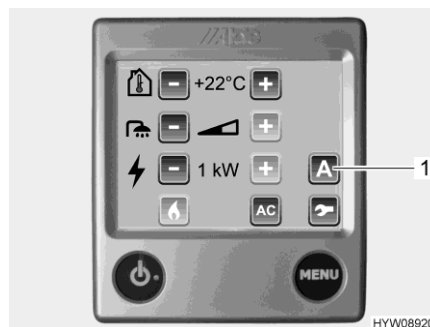

Bild 182 Inställningsmeny (extra fläkt)
Den extra fläkten styrs med kontrollenheten (Bild 182) av varmvatten-värme-systemet.
- Tryck på knappen "A" (Bild 182,1). Funktionerna visas.